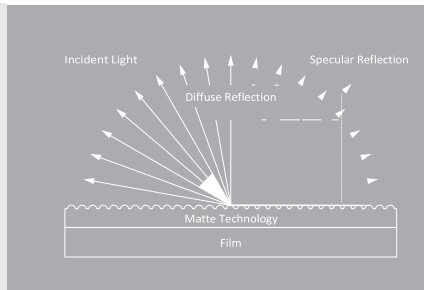

Figura 2: Nuova tecnologia opaca
- Estetica — La nuova tecnologia opaca conferisce l'aspetto realistico dei materiali naturali per progetti selezionati (Figura 2).